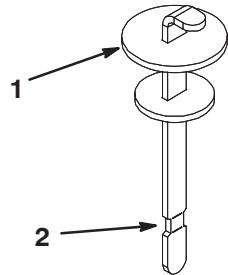

Figure 15
- Dévissez la jauge du goulot de remplissage et essuyez-la sur un chiffon propre. Remettez la jauge dans le goulot de remplissage, ressortez-la et contrôlez le niveau de liquide. L'huile doit atteindre le repère sur la jauge (Fig. 15).